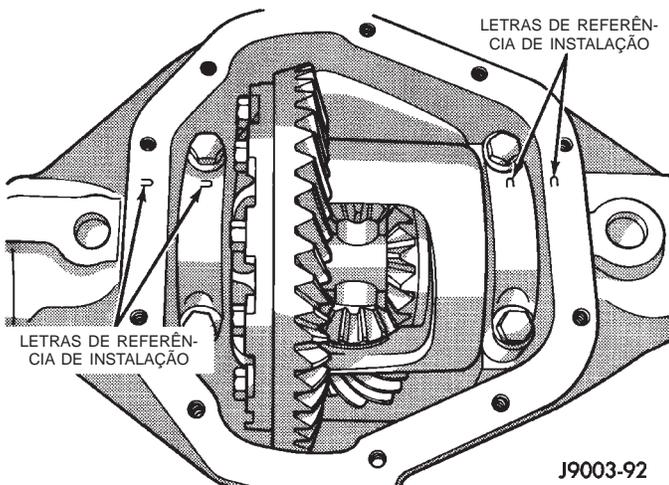

Fig. 19 Letras de Referência da Tampa do Rolamento do Diferencial
(3) Estenda a carcaça o suficiente, para remover a caixa do diferencial da carcaça. Meça a distância com o indicador de mostrador.
(4) Remova o indicador de mostrador.
(5) Instale a caixa do diferencial na carcaça. Certifique-se de que as capas do rolamento do diferencial permanecem na posição dos rolamentos do diferencial. Bata na caixa do diferencial, para garantir que as capas do rolamento estão completamente ajustadas na carcaça.
(6) Instale as capas do rolamento nas localizações originais (Fig. 19).